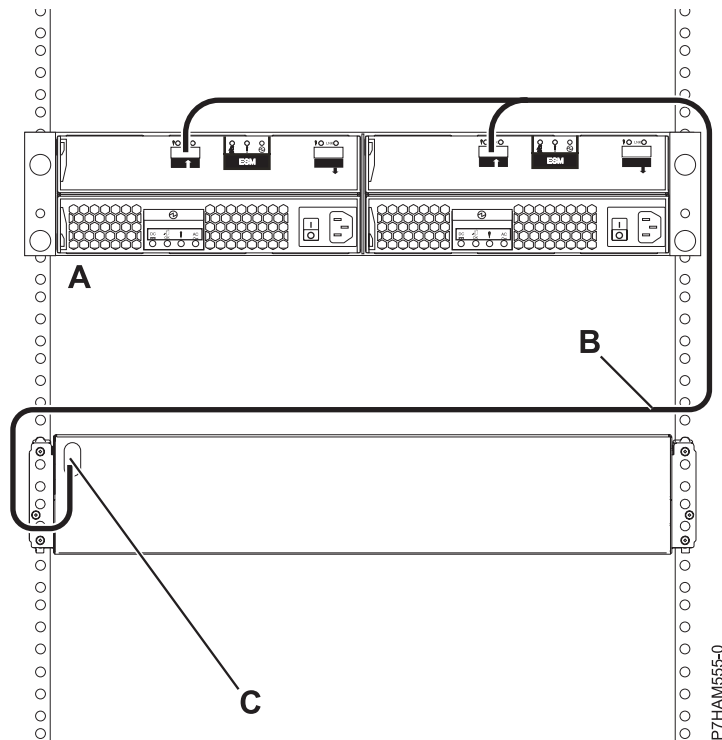

Figura 32. Connexió d'allotjament d'unitat de disc 5886 utilitzant un cable YI en un sistema que suporti un únic calaix SAS
8. Realitzeu la connexió en mode 1 d'un allotjament d'unitat de disc 5886 (A) utilitzant un cable YI (B) a un sistema que admeti un únic calaix SAS (C), tal com es mostra a la Figura 32 a la pàgina 74.